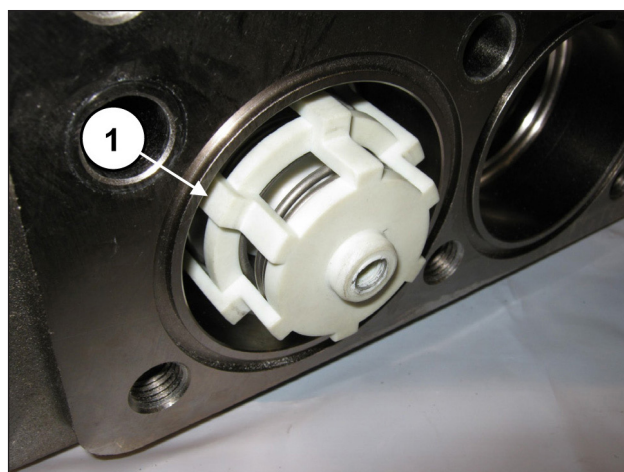

Fig. 156
Engager à fond le groupe soupape complet qui devra être positionné comme indiqué rep. ①, Fig. 156.